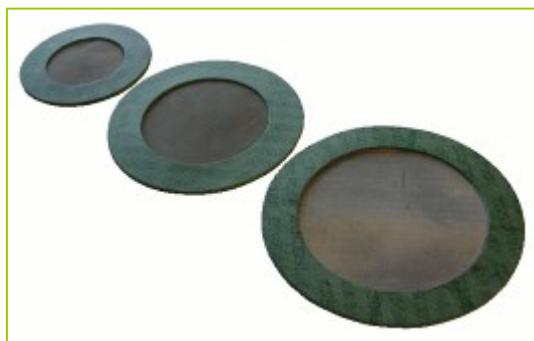

Рисунок 9 Пусковой сетчатый фильтр
3.4.9 Для задержки твердых частиц, образовавшихся после проведения ремонтных либо монтажных работ на трубопроводе необходимо устанавливать перед счетчиком пусковой сетчатый фильтр (рисунок 9). Рекомендуемая степень фильтрации - не хуже 100 мкм
3.5.3 До начала пуска счетчика все вентили на трубопроводе (рисунок 9) должны быть закрыты.